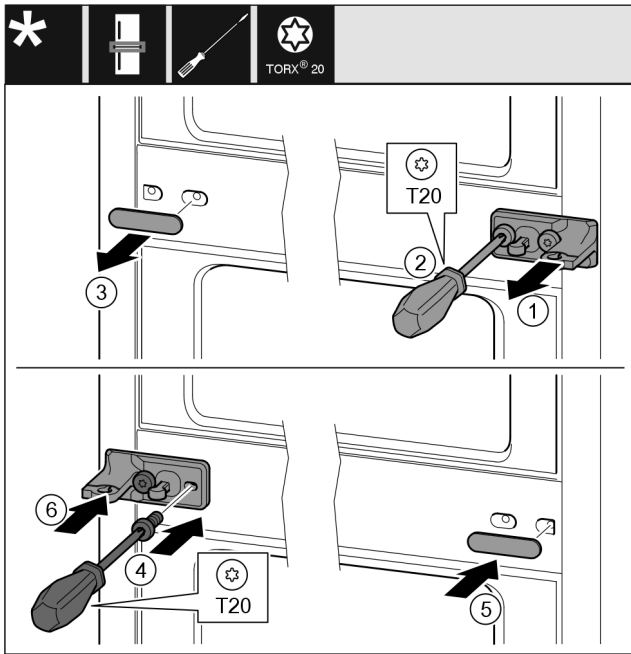

Fig. 14
- Scheibe Fig. 14 (1) abziehen.
- Schrauben Fig. 14 (2) mit Schraubendreher herausdrehen.
- Abdeckung Fig. 14 (3) vorsichtig abziehen.
- Lagerbock mit Folie Fig. 14 (4) um 180° gedreht auf der anderen Seite fest anschrauben.
- Abdeckung Fig. 14 (5) um 180° gedreht auf der anderen Seite anbringen.
- Scheibe Fig. 14 (6) von vorn aufschieben.